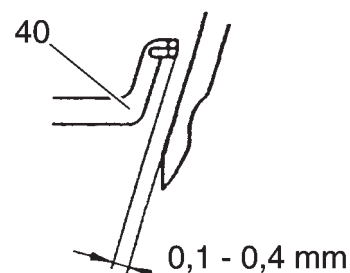

Рис. 32
В тот момент, когда стержень игловодителя находится в самом нижнем положении, между иглой г „R” или соответственно иглой г „L” и фиксированным игольным предохранителем 40 должен оставаться зазор 0,1 - 0,4 мм (рис. 32).
- Сместите фиксированный игольный предохранитель 40 таким образом, чтобы отрегулировать зазор в соответствии с рис. 32.